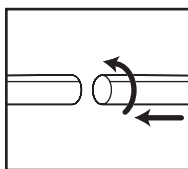

FIGURE 13
14. Attachez les bras de prolongation à l'extrémité accessoire du tuyau. Visez légèrement pour serrer le raccordement. **FIGURE 13**.
15. Attachez un des accessoires de nettoyage (selon vos exigences de nettoyage) sur les bras de prolongation. Visez légèrement pour serrer le raccordement. **FIGURE 13**.